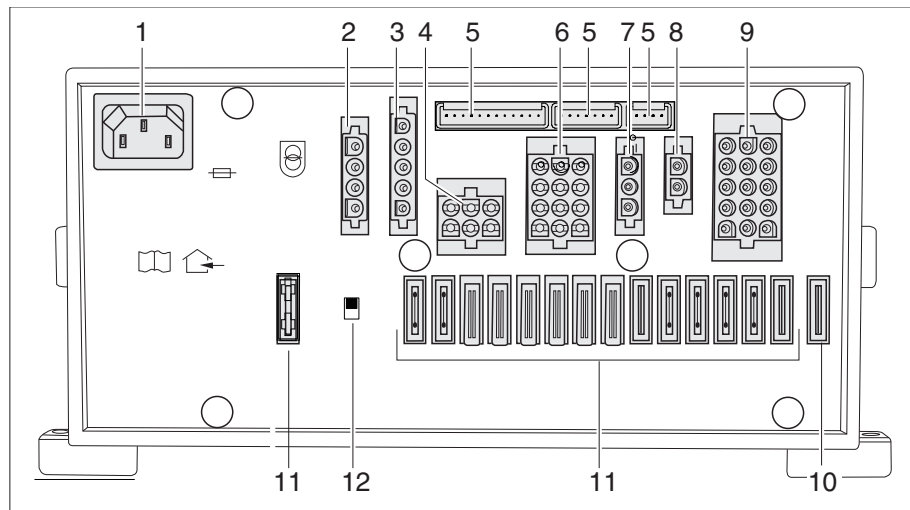

Fig. 244 Bloc électrique (EBL 111)
- ▷ L'interrupteur-séparateur de batterie (Fig. 244,12) coupe du réseau 12 V tous les consommateurs raccordés au bloc électrique.